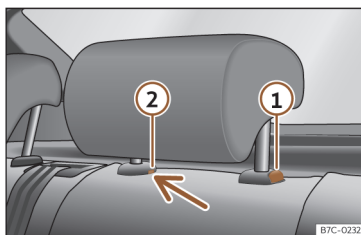

Fig. 111 Apoyacabezas trasero: desmontaje.
- Pulse la tecla»» fig. 111 ①, apretando a la vez por el orificio del seguro ② con un destornillador plano de máximo 5 mm de anchura y retire el apoyacabezas.